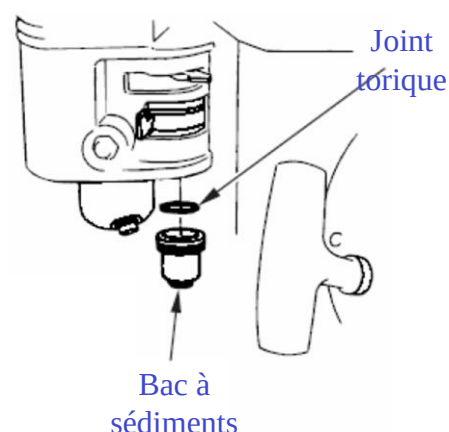

Fig. 14
- Retirez le bac à sédiments et le joint torique en dévissant le boulon situé sous le bac à l'aide d'une clé adaptée. Voir la figure 14.